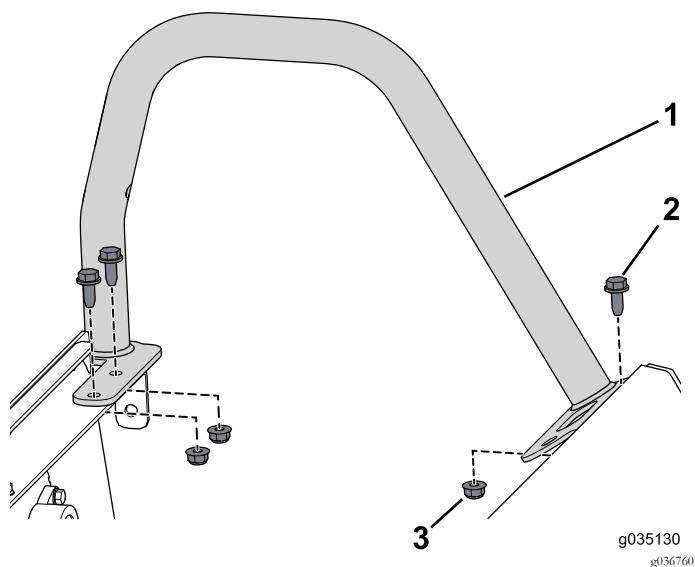

図 54
2. 左側腰部ガードを固定しているフランジボルト3本とフランジナットを外す 図 54。